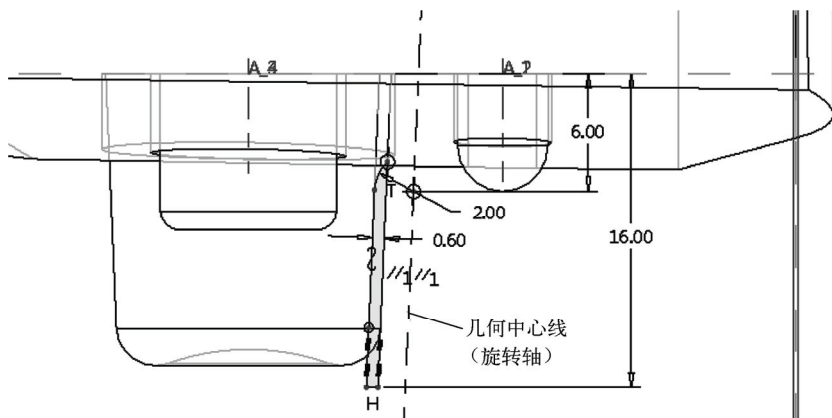

图 12-125 绘制旋转截面及旋转中心线
4) 绘制图 12-125 所示的旋转截面及旋转中心线, 单击 (确定) 按钮。